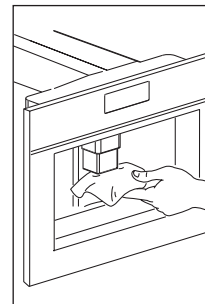

Fig. 36
- ▶ Limpe os bicos periodicamente com uma esponja (Fig. 36).